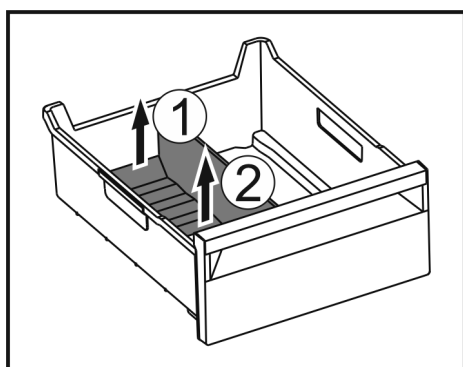

Fig. 159
- ▶ 提升冰格分隔器后部。 Fig. 159 (1)
- ▶ 向上取出冰格分隔器。 Fig. 159 (2)